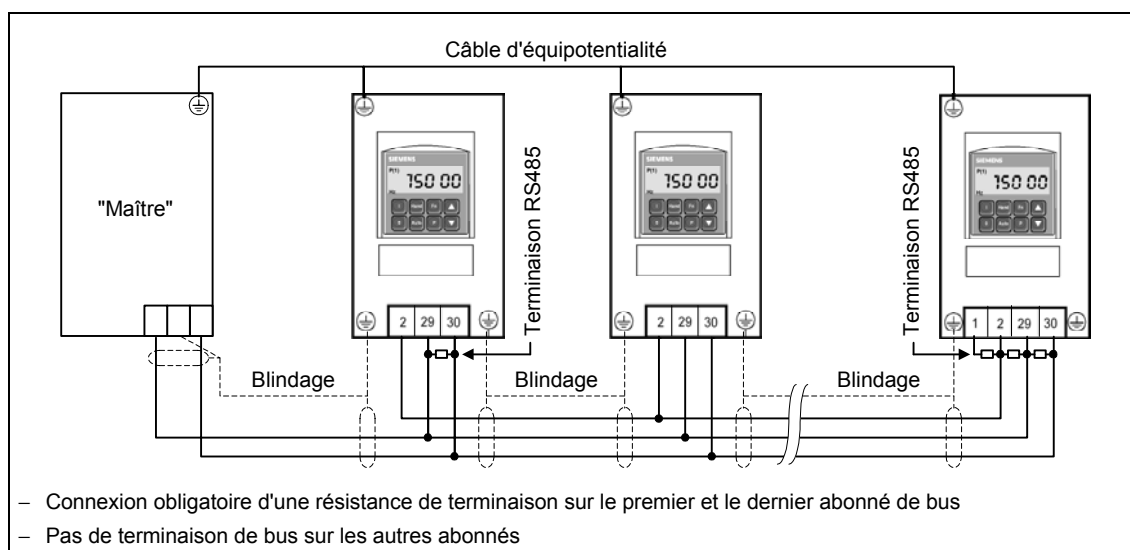
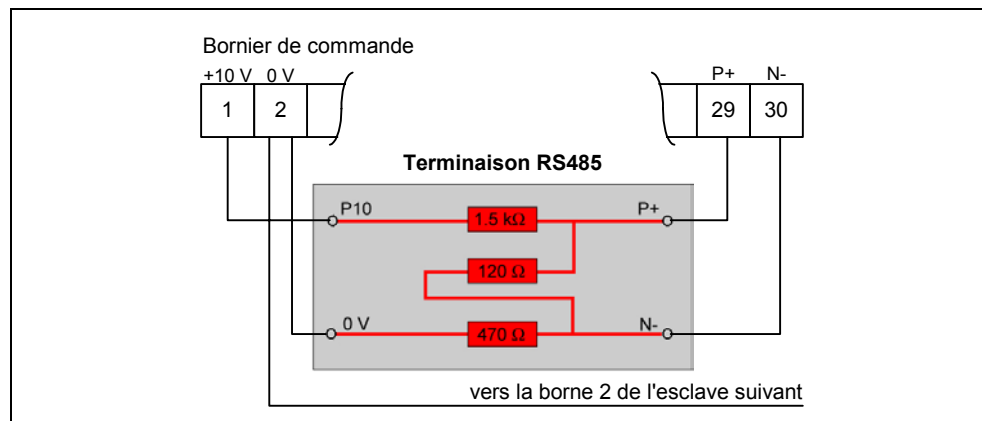

Figure 3-47 Structure de bus USS
Figure 3-48 Terminaison RS485
2. a chaque terminaison de réseau une résistance entre P+ et N- (voir Figure 3-48)
Si le variateur est le dernier esclave sur le bus (voir Figure 3-47), les bornes P+ N- de la terminaison RS485 fournie doivent être raccordées aux bornes RS485 (voir Figure 3-48). Pour assurer l'alimentation électrique, P10 et 0 V peuvent être raccordés aux bornes 1 et 2. Si le variateur est le premier esclave, il suffit de terminer le bus en raccordant les bornes P+ et N-.